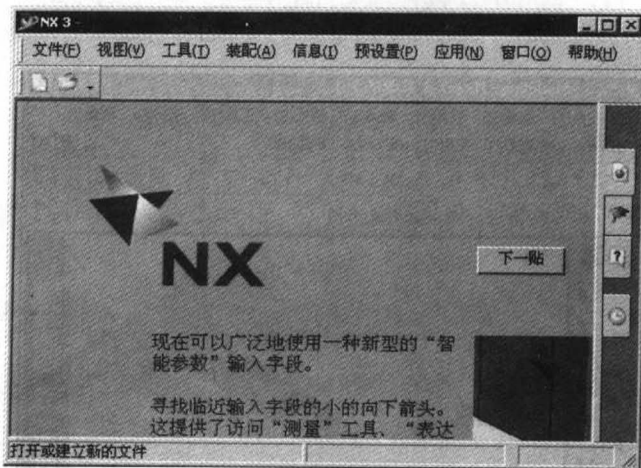
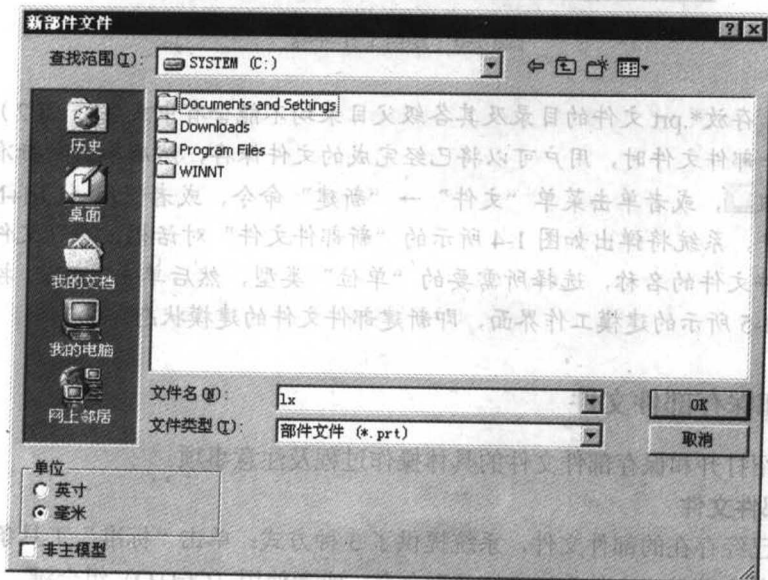

图 1-3 UG NX3 开始环境
图 1-4 “新部件文件”对话框
当以正常启动方式进入 UG NX3 后, 系统仅显示标准工具条, 如图 1-3 所示, 这时的界面并非工作界面。直接单击“标准”工具条中的“新的”按钮  或者单击菜单“文件”→“新建”命令, 系统将弹出“新部件文件”对话框, 如图 1-4 所示。
注意：(1) 存放*.prt 文件的目录及其各级父目录均不能含有中文字符。(2) 在建模过程中需要创建多个部件文件时，用户可以将已经完成的文件保存，然后单击“标准”工具栏中的“新的”按钮，或者单击菜单“文件”→“新建”命令，或者使用〈Ctrl+N〉组合键创建新的部件文件，系统将弹出如图 1-4 所示的“新部件文件”对话框，在“文件名”文本框中输入新建部件文件的名称，选择所需要的“单位”类型，然后单击“OK”按钮，系统重新进入到如图 1-5 所示的建模工作界面，即新建部件文件的建模状态。